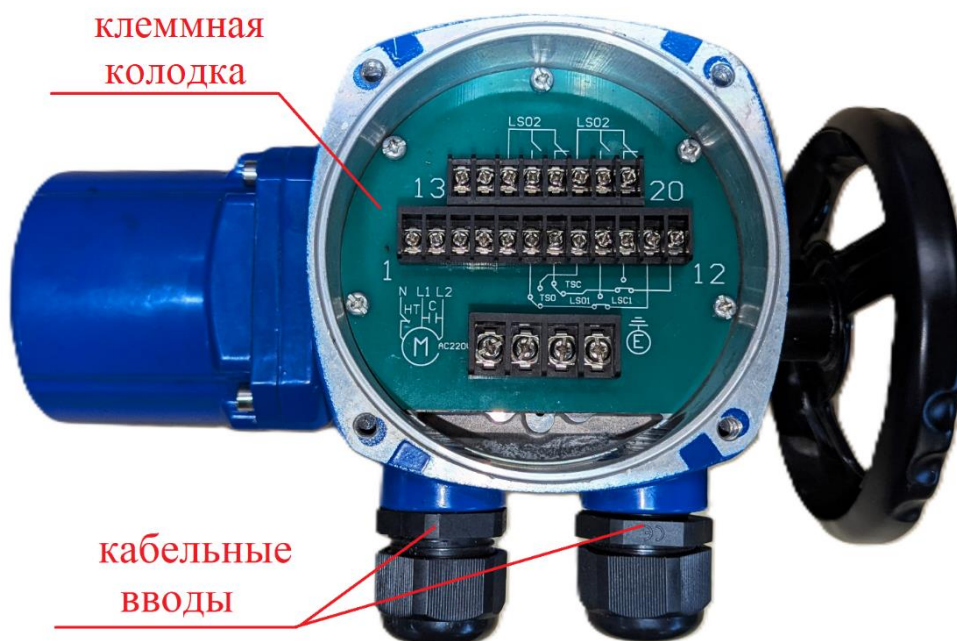

Рисунок 4. Кабельные вводы и клеммная колодка
2.2.10. Подключение внешних цепей производится на клеммную колодку (рис.4). Выкрутить кабельный ввод и просунуть в него кабель в гибкой оплетке. Снять крышку клеммной колодки, выбрать необходимые для подключения внешних цепей клеммы (согласно схеме, приведенной в Приложении) ослабить винты, установить в клеммы провода и затянуть винты. Установить крышку клеммной колодки и закрутить кабельный ввод.